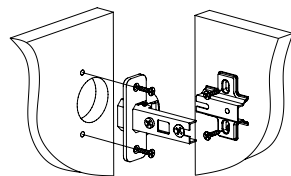

Рис.3
- При помощи шурупов 3,5x16 установите петли накладные с евровинтом на двери 13 и ответные планки петель на детали 2, 3 (Рис. 3).